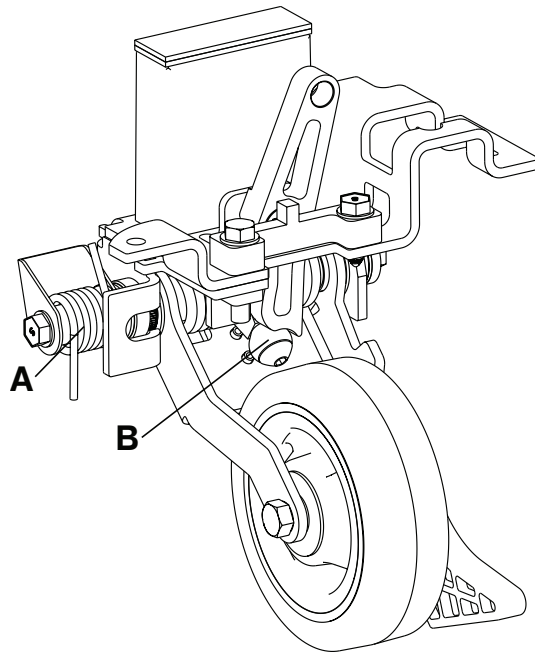

Figure 18 – Lubrification de la cinquième roue rétractable
3. Appliquer de la graisse MPG-3 sur le ressort (A) et le galet (B) (Figure 18).